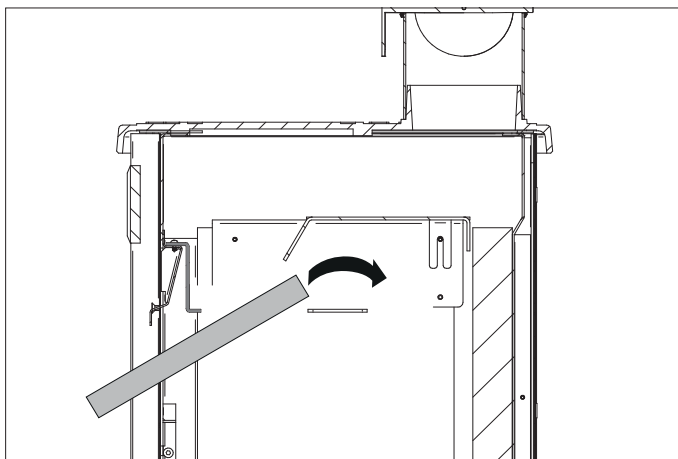
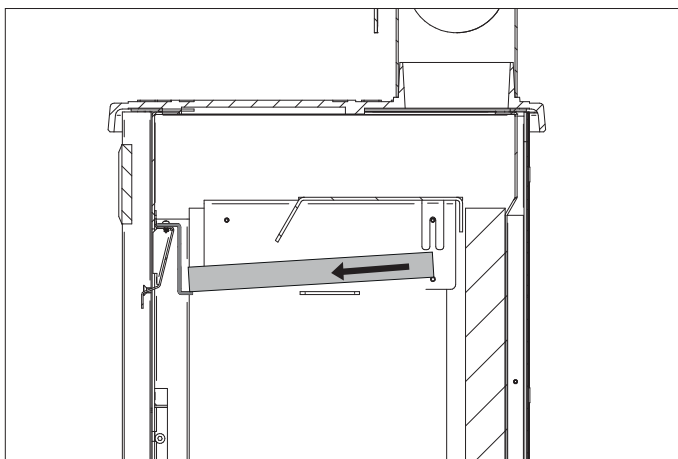

Fig. 6.2a
Fig. 6.2b
- retirar el embalaje del panel refractario. Colocar el panel en el interior de la cámara de combustible, realizando en primer lugar la operación que se muestra en la **Fig. 6.2a** y, a continuación, la que se muestra en la **Fig. 6.2b**;